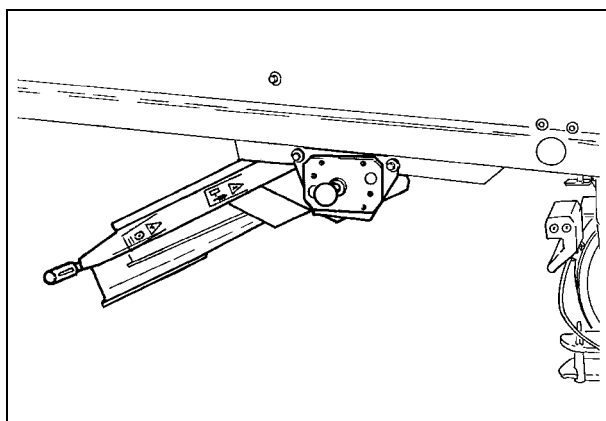

Рис. 38
- Горизонтальное положение (Рис. 38), для разборки решета.
ВАЖНОЕ ЗАМЕЧАНИЕ: Если прицеп используется для транспортировки жатки, переведите разбрасыватель соломенной сечки в горизонтальное положение перед тем, как присоединить прицеп к сцепному устройству (Рис. 38).